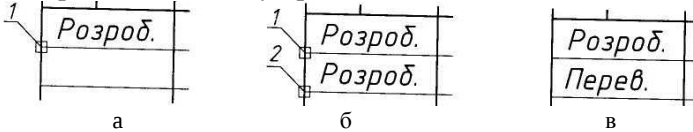

Рисунок 1.5
- Для заповнення пойменованих зон основного напису використовуємо однорядковий текст (рис. 1.5). Для створення однорядкового тексту призначена команда DTEXT.
Specify bottom-left point of text: _from Base point: т. 1 (рис. 1.5 а)
Копіюємо напис (рис. 1.5 б) у наступну комірку (базова точка копіювання — т. 1, точка переносу — т. 2).
Редагуємо текст «Розроб.» на «Перев.» (рис. 1.5 в).